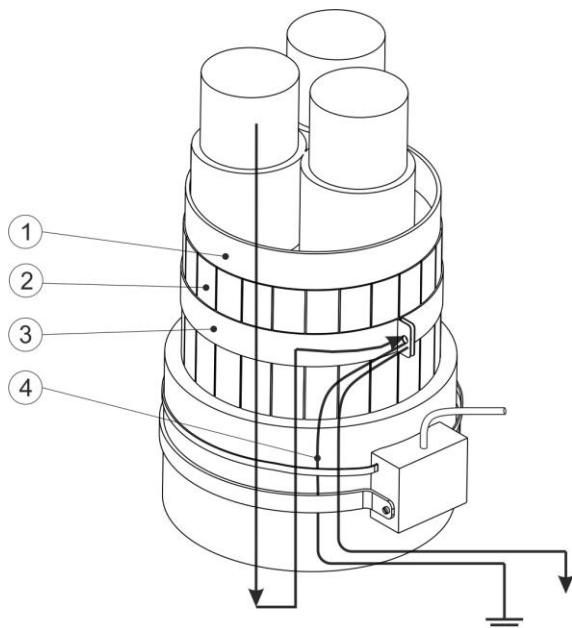

Рисунок 2.1 Датчик монтируется на экранированной части кабеля
1) - датчик монтируется на экранированной части кабеля. Для нейтрализации тока, протекающего по экрану, зачистите часть экрана и установите на это место проводящий хомут, подключите к нему изолированный провод, пропустите провод через скобу датчика и подключите к земле. Смотри рисунок 2.1